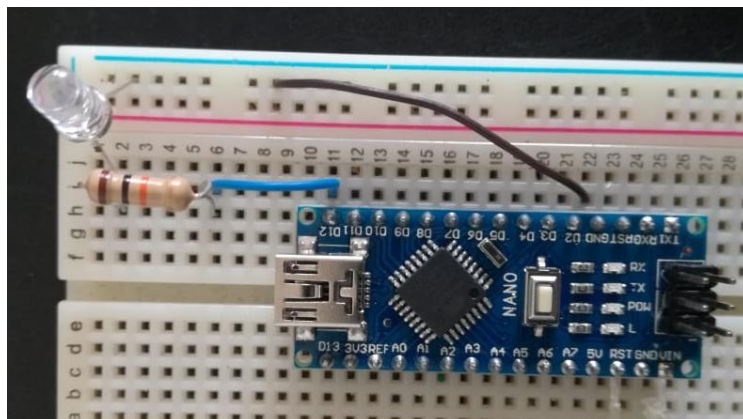

Figura 29. Conexión en la placa Arduino a los componentes
- Con un cable conectamos tierra de nuestro tablero Arduino (GND) a tierra de nuestro proto board tal como se muestra en la figura 29.